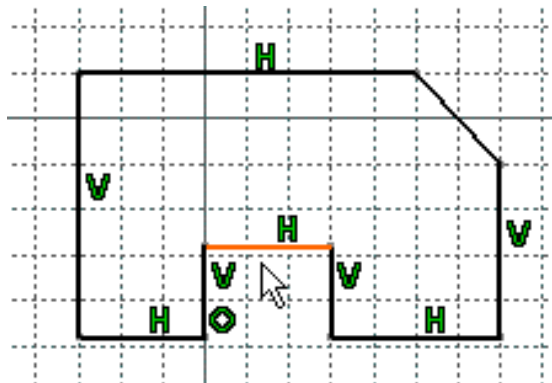

Рис. 113
- 2) Вибрати елемент, який потрібно видалити (Рис. 113).